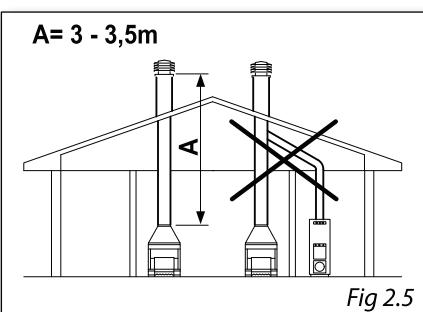
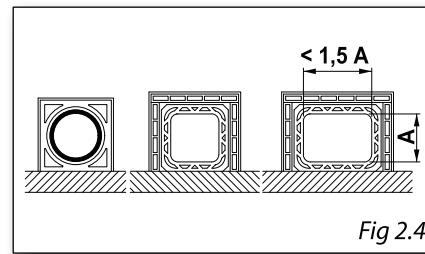

Fig 2.5
Fig 2.4
- Le dimensioni della canna fumaria dovranno essere conformi a quanto riportato nella scheda tecnica. È consigliabile l'uso di canne fumarie coibentate in refrattario o in acciaio inox di sezione circolare, con pareti interne a superficie liscia (Fig. 2.4). La sezione della canna fumaria dovrà mantenersi costante per tutta la sua altezza. Si consiglia un'altezza minima di 3 - 3,5m (vedi Fig.2.5) in funzione del diametro (vedi caratteristiche tecniche). È opportuno prevedere, sotto l'imbossone del canale da fumo, una camera di raccolta per materiali solidi ed eventuali condense. Le caratteristiche della canna fumaria devono essere conformi a quanto prescritto dalle norme UNI 9615, 9731 e UNI 10683.
- The dimensions of FLUE PIPE must be as set forth in the table of technical data. It is advisable to use flues insulated with a refractory material or in stainless steel with a circular cross section and smooth internal walls (Fig. 2.4). Flue cross-section should be kept constant for all its height. A minimum height of 3 - 3,5m is recommended (see Fig. 2.5) depending on diameter (see technical characteristics). Under the outlet of the smoke pipe there should be a chamber for gathering solid materials and any condensation. The characteristics of the flue pipe must be compliant with the provisions of standards EN 10683 - EN 1856-1-2 - EN 1857 - EN 1443 - EN 13384-1-3 - EN 12391-1.